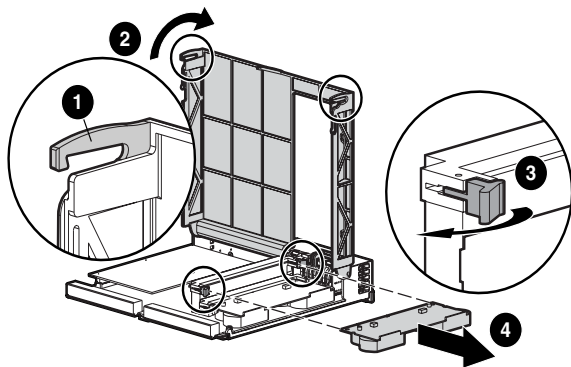

Figura 3: Extracción del módulo de memoria caché
Nota: el Controlador de la Figura 3 se ha girado de manera que quedan visibles el lateral y la parte posterior del Controlador.
1. Localice los clips de la cubierta del Controlador ❶ en la parte posterior, baje los laterales izquierdo y derecho del módulo sujetando el Controlador en posición vertical con el asa del pestillo hacia usted.
2. Suelte los clips de la cubierta del Controlador ❶ en la parte posterior del Controlador y levante la cubierta ❷. Consulte la Figura 3.
3. Suelte simultáneamente los clips que fijan en su posición el módulo de memoria caché ❸.
4. Extraiga con cuidado el módulo de memoria caché de la placa del Controlador ❹.